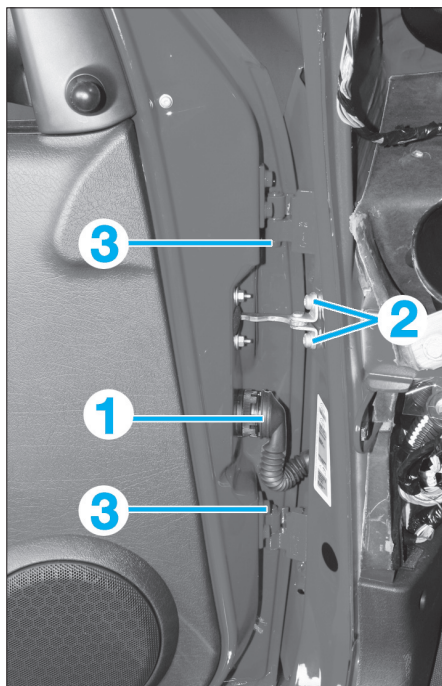

FIG. 44
- Dégrafer et débrancher le connecteur électrique (1) de la porte (Fig.44).
- Déposer les vis de fixation (2) du limiteur d'ouverture sur le pied de caisse.
- Maintenir la porte à l'aide d'un autre opérateur, puis déposer les axes vissés de charnières (3).